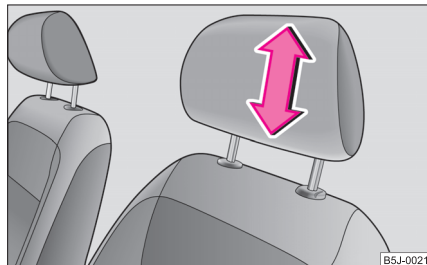

Fig. 49 Reglarea tetierei
- Cuprindeți tetiera cu ambele mâini de părțile laterale și împingeți în sensul tijelor de ghidare din metal, săgeata ⇒ fig. 49 în sus sau în jos.